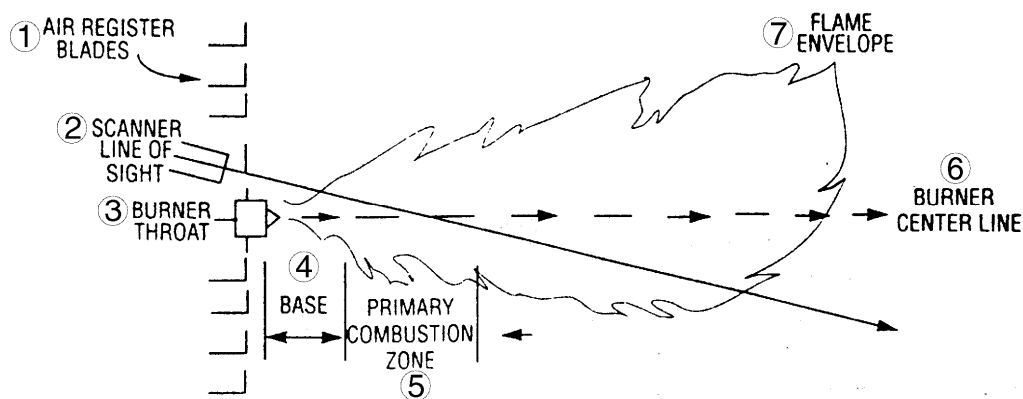
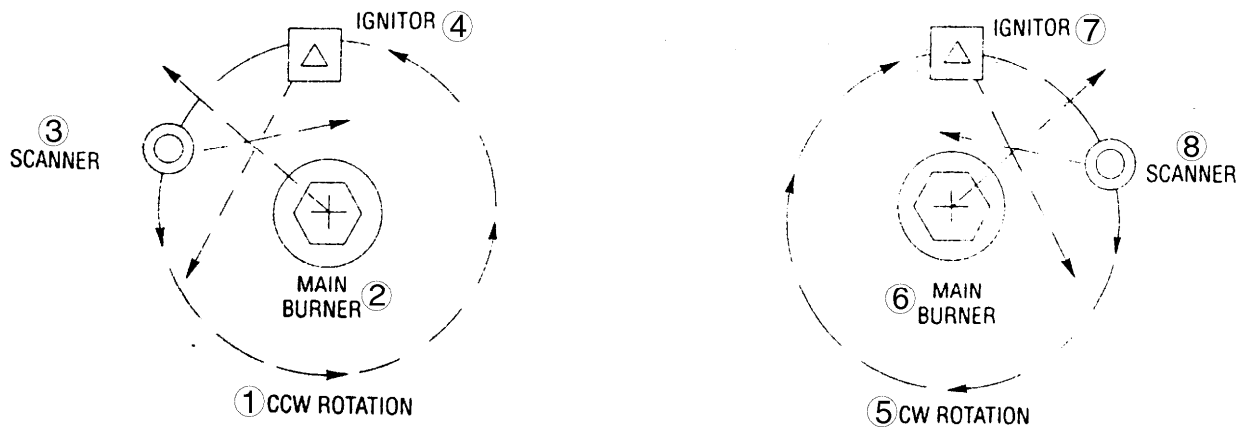

Рис. 2. Наведение сканера для одной горелки
Рис. 3. Расположение сканера по отношению к направлению вращения вторичного воздуха
1. Наилучшие результаты достигаются, когда сканер нацелен так, что его линия визирования пересекает центр горелки под небольшим углом (например, 5 градусов), и в зону его обзора входит большая часть первичной зоны горения, как показано на Рис. 2. Если на каждую горелку используется только один сканер, то линия визирования также должна пересекать запальное пламя.
3. Сканер должен иметь как можно больший ничем неограниченный обзор пламени. Физические препятствия, такие как лопасти воздушной заслонки, мешающие лопатки или другое оборудование должны быть срезаны или надсечены так, чтобы они не попадали в пределы линии визирования сканера, как показано на Рис. 2 и 4.
4. Следует учитывать вращение вторичного воздуха горелки. В некоторых горелках направление вращения воздуха происходит по часовой стрелке, в других - против часовой стрелки. Если воздух для горения попадает в топку с вращательным движением, обладающим достаточной скоростью, чтобы отклонить пламя запальника в направлении вращения, размещайте сканер под углом в 10-30 градусов за запальным устройством, как показано на Рис.3 и поблизости от края горловины горелки (см. Рис.2).
5. Определив примерное место расположения визирной трубки, прорежьте отверстие для 2-х дюймовой трубки в кожухе горелки. Посмотрите в отверстие. Если лопасти заслонки загораживают нужную линию наблюдения, то мешающие лопатки должны быть подрезаны, чтобы обеспечить беспрепятственный обзор на всех уровнях сжигания, как показано на Рис. 2 и 4.